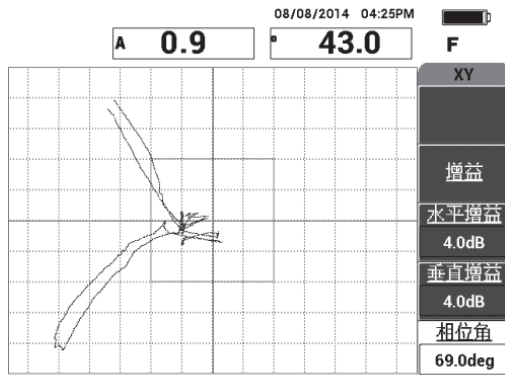

图 6-8 调整脱粘信号的角度
- 在主菜单中，按**相位角**（E 键），然后调整信号的角度，使远端脱粘信号下降，近端脱粘信号上升（参见第 126 页的图 6-8）。